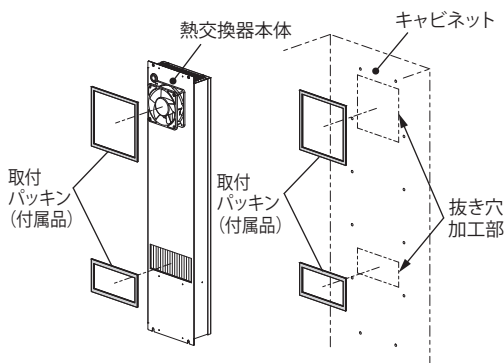

図 2
2. 付属のパッキンを熱交換器本体の裏面、またはキャビネットの抜き穴加工部の内側に貼り付けてください。(図 2)
3. 貼付けたパッキンの表面およびフードカバーの吸・排気口パッキンの表面に、付属のシーリング材を塗布してください。(図 2、3)